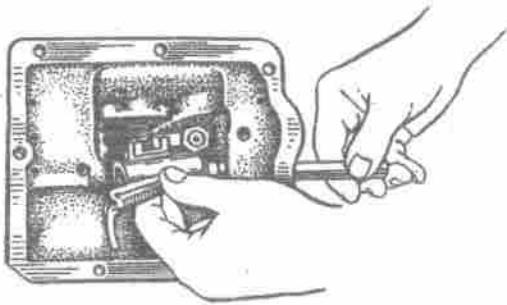
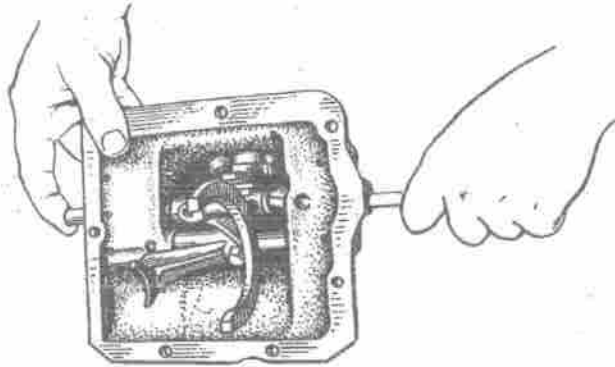

Bild 115. Zusammenbau der Schaltschiene und -gabel für Rückwärtsgang
Bild 116. Zusammenbau der Schaltschiene und -gabel für 3. und 4. Gang
6. Gabel für den Rückwärtsgang auf die Schaltschiene von der Arretierung gegenüberliegenden Seite aufsetzen, Kugel der Arretierung (Bild 115) mit Hilfe der Vorrichtung ins Gehäuse des Deckels versenken und Schaltschiene in neutrale Stellung einstellen. Gensu so der Reihe nach sämtliche Schaltschienen und Gabeln zusammenbauen. Zwischen den Schaltschienen die Sicherungssteine einsetzen (Bild 116).